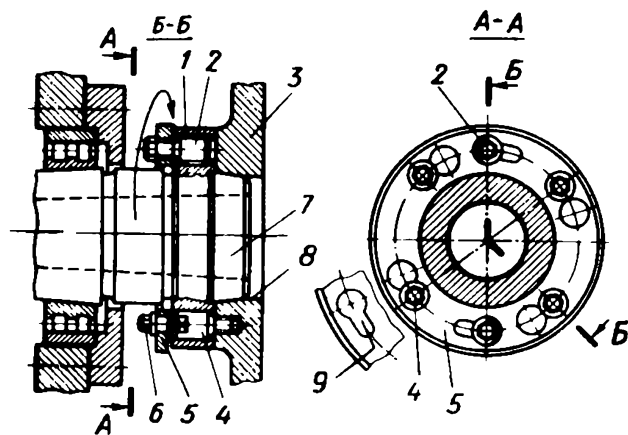

Рис. 3
1.1. Протереть посадочный конус 7 шпинделя (см. рис. 3) ветошью (обтирочным материалом). Не допускается протирать конус при вращении шпинделя.
1.2. Протереть ветошью коническое отверстие 8 (см. рис. 3) переходного фланца.
1.5. Закрепить патрон на шпинделе станка (рис. 3). Совместить круглые части фасонных отверстий 9 кольца 5 с четырьмя отверстиями на фланце 1 шпинделя; взять патрон обеими руками, надеть его на оправку, а посадочным коническим отверстием 8 — на конический хвостовик 7 шпинделя, пропустив четыре шпильки 4 планшайбы 3 патрона через отверстия фланца 1 шпинделя; поддерживая патрон правой рукой, левой рукой повернуть кольцо 5 против часовой стрелки так, чтобы шпильки 4 вошли в прорези отверстий 9; завернуть в перекрестном порядке гайки 6 шпилек. Шпильки 2 с гайками предназначены для закрепления кольца 5 при работе без патрона.